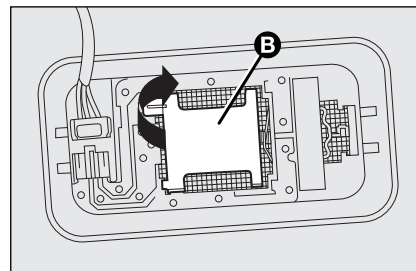

fig. 42
- ☐ open de bescherming **B-fig. 42** zoals aangegeven;
- ☐ sluit de bescherming **B-fig. 42** en plaats het plafondlampje in de zitting; controleer of het goed geborgd is.